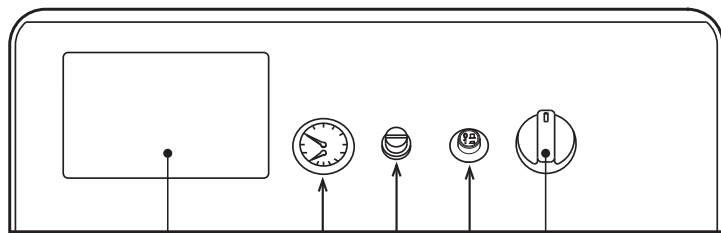

рис. 1 - Панель управления
- Поместите термостат регулировки котла (поз. 4 - рис. 1) на минимальное значение.
- Поместите термостат регулировки котла (поз. 4 - рис. 1) на требуемое температурное значение (не менее 50°).
Если повернуть термостат регулировки котла 4 (рис. 1) по часовой стрелке, температура воды в системе отопления повышается, и наоборот, против часовой стрелки - уменьшается. Температуру воды в системе отопления можно регулировать в пределах от 30° до 90°. Однако не рекомендуется эксплуатировать котел при температуре ниже 45°.
Задайте с помощью комнатного термостата нужную температуру внутри помещения. По команде от комнатного термостата котел нагревает воду в системе отопления до температуры, заданной с помощью термостата регулировки котла 4 (рис. 1). При достижении в помещении желаемой температуры котел выключается.
При заполнении холодной системы отопления, давление воды, контролируемое по показанию установленного на котле термогигрометра (поз. 1 - рис. 1), должна составлять примерно 1,0 бар. Если во время работы давление воды в системе упало (из-за испарения растворенных в воде газов) до величины ниже вышеуказанного минимума, пользователь должен открыть кран подачи воды и довести давление до первоначального значения. По окончании операции всегда закрывайте кран подачи воды.
<p>Блокировка котла вследствие недостаточного удаления продуктов сгорания</p>	<p>Откройте крышку термостата дымовых газов (поз. 3 - рис. 1) и нажмите на кнопку под ним. В случае повторяющихся блокировок котла обратитесь в ближайший сервисный центр</p>